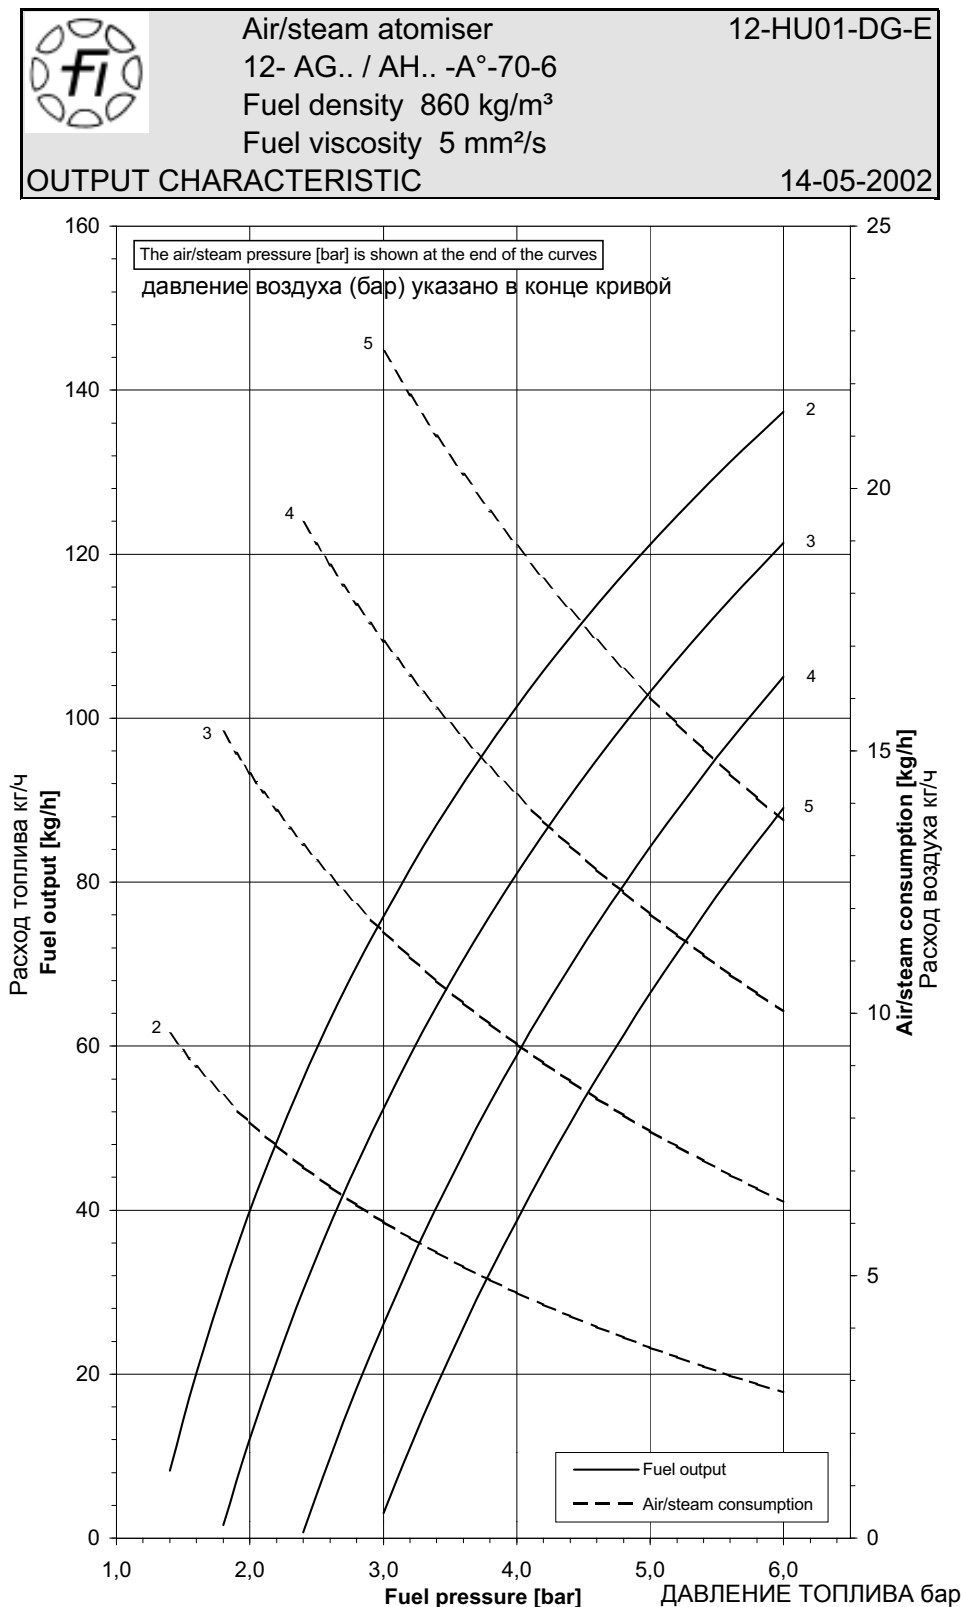

Рис. 20
- 13 Сместить кулачок **V** (малое пламя на мазутном топливе) в сторону минимальной мощности, с тем, чтобы сервопривод начал закрываться, до тех пор, пока два подшипника не совместятся с регулировочным винтом, относящимся к самой низкой точке: закручивать винт **V2** (Рис. 24) для увеличения расхода, откручивать - для уменьшения, с целью получения значения давления, как на графике на Рис. 20, на основании требуемого расхода.